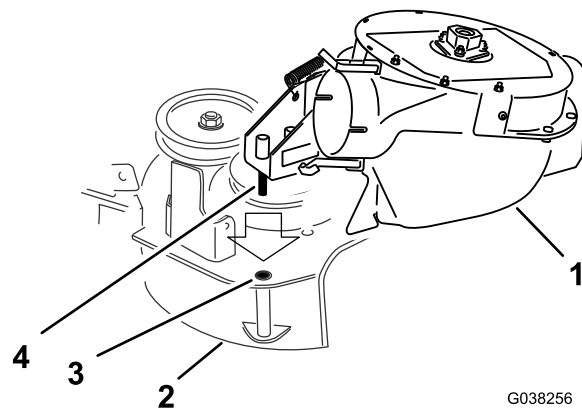

Figuur 26
Zorg ervoor dat de draaipen op de juiste plaats in de blazer bevestigd is (Figuur 25 of Figuur 26).
- Als u een maaidek van **152 cm** hebt, breng de draaipen dan aan in het achterste gat (Figuur 26).